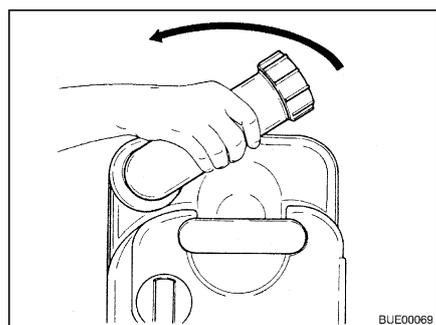

Fig. 178 Tourner la tubulure d'évacuation
- Tourner la tubulure d'évacuation vers le haut (Fig. 178).